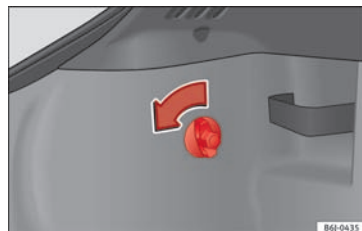

Fig. 109 Adgang til baglygterne
- Skru skruen i pilens retning med hånden eller med en skruetrækker»» Fig. 109.
- Tag stikket ud af holderen **(A)** » Fig. 109.